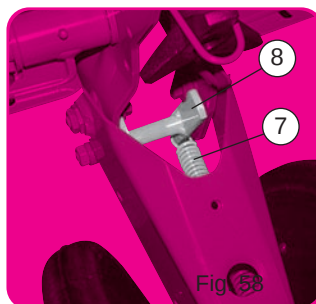
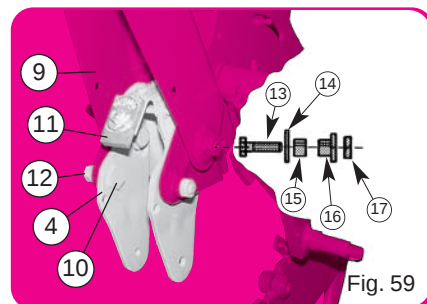
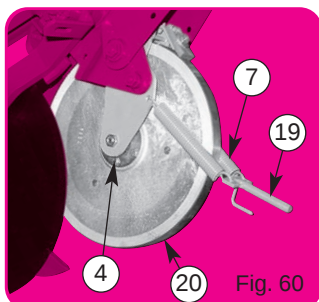
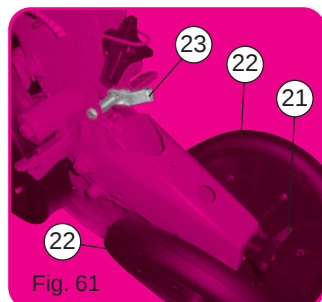

Fig. 58
Fig. 59
Fig. 60
Fig. 61
- Démontez le bloc arrière, désolidariser les ressorts ⑦ et supprimer l'entretoise en H ⑧ (fig. 58).
- Présenter le cadre ④ sans la roue plombuse, mettre en place les vis épaulées ⑩ et les écrous ⑫ (fig. 59).
- Mettre en place les vis de fixation ⑬ du bloc arrière ⑨ avec les entretoises de débattement ⑮, les rondelles ⑭, les écrous spéciaux ⑯ et les contre-écrous ⑰.
- Récupérer les 2 ressorts ⑦, les monter sur le cadre ④ (fig. 60). Respecter l'orientation de l'embout de réglage ⑱.
- Mise en place de la roue ②.
- Mise en place de la poignée ②① (fig. 61).
- Remonter les roues arrière tasseuses ②②.
- Mise en place du taquet ②③ avec son ressort et la vis plus l'écrou.
- Position de fonctionnement (fig. 61).
- Remove the rear unit, separate the springs ⑦ and remove the H spacer ⑧ (fig. 58).
- Position the frame ④ without the press wheel, and put the turned screws in place ⑩ and the nuts ⑫ (fig. 59).
- Position the fixing screws ⑬ of the rear unit ⑨ with the clearance spacers ⑮ the washers ⑭ the special nuts ⑯ and the counternuts ⑰.
- Take the 2 springs ⑦, and assemble them on the frame ④ (fig. 60). Respect the orientation of the adjusting end part ⑱.
- Position the wheel ②.
- Position the adjusting handle ②① (fig. 61).
- Reassemble the rear press wheels ②②.
- Position the latch ②③ with its spring and the screw and nut.
- Operation position (fig. 61).
- Demontieren Sie die hintere Andruckrolle und entfernen Sie die Feder ⑦ gleichzeitig mit der Distanzhülse ⑧ - Fig. 58.
- Den Rahmen ④ ohne Andruckrolle in Position ⑩ mit Schraube und Mutter ⑫ anschrauben. Weiter Schraube ⑬ in die Halterung der hinteren Andruckrolle ⑨ mit Abstandshülse ⑮ Unterlegscheibe ⑭ und Spezialmutter ⑯ und Kontermutter ⑰ einsetzen.
- Die zwei Federn ⑦ in den Rahmen ④ - Fig. 60 - einsetzen. Achten Sie auf die richtige Anbringung des verstellbaren Endteils ⑱.
- Andruckrolle ②① einsetzen.
- Verstellerschraube ②① für Fig. 61 anbringen
- Den Arretierungshebel ②③ mit Feder anschrauben
- Führen Sie die Pos. Fig. 61 aus